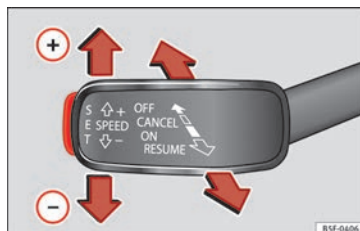

Fig. 33 Ver localização na Fig. 3
- Ligar o GRA: coloque o terceiro manípulo **ON** »» Fig. 33. O sistema acende-se, mas não regula por não ter qualquer velocidade programada.
- Ativar o GRA: pressione o botão **SET** »» Fig. 33. Memoriza e regula velocidade atual.
- Desligar o GRA temporariamente: mova o manípulo até **CANCEL** »» Fig. 33 e solte-o ou pise o travão. A regulação é desativada temporariamente.
- Ligar novamente o GRA: mova o manípulo até **RESUME** »» Fig. 33 e solte-o. A velocidade memorizada é guardada e regulada novamente.
- Desligar o GRA: mova a terceira alavanca até à posição »» Fig. 33 a **OFF**. Desliga-se o sistema e a velocidade memorizada apaga-se.